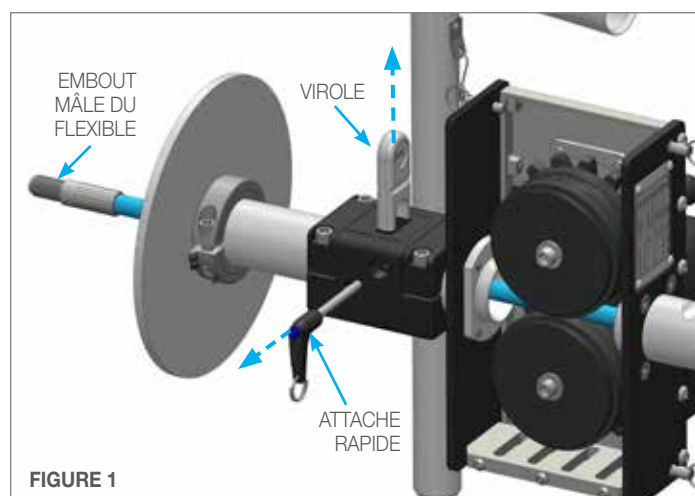
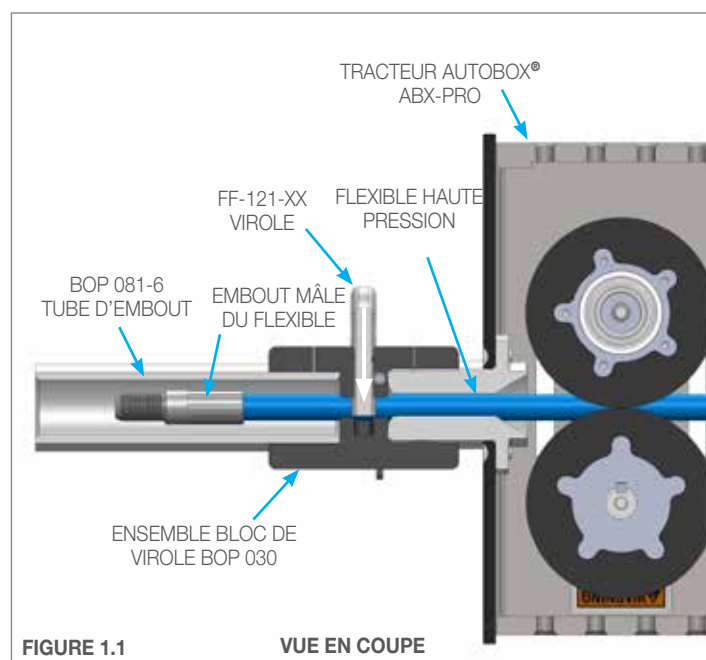

FIGURE 1
FIGURE 1.1
1. Glissez le bras de positionnement femelle sur le bras de positionnement mâle. **(Figure 1)** Alignez les trous crantés et poussez l'attache rapide à travers les deux bras de positionnement. **(Figure 1.1)**
1. Après sélection de la dimension de virole appropriée au diamètre de flexible, extrayez l'attache rapide et déposez la virole. Passez l'embout mâle du flexible à travers l'AUTOBOX® ABX-PRO TRACTOR, le bloc de virole BOP 030 et le tube d'embout BOP 081-6. **(Figure 1)** Reposez la virole et l'attache rapide. Tirez vers l'arrière sur le flexible pour vous assurer que le côté mâle du flexible ne recule pas au-delà de la virole. **(Figure 1.1)**